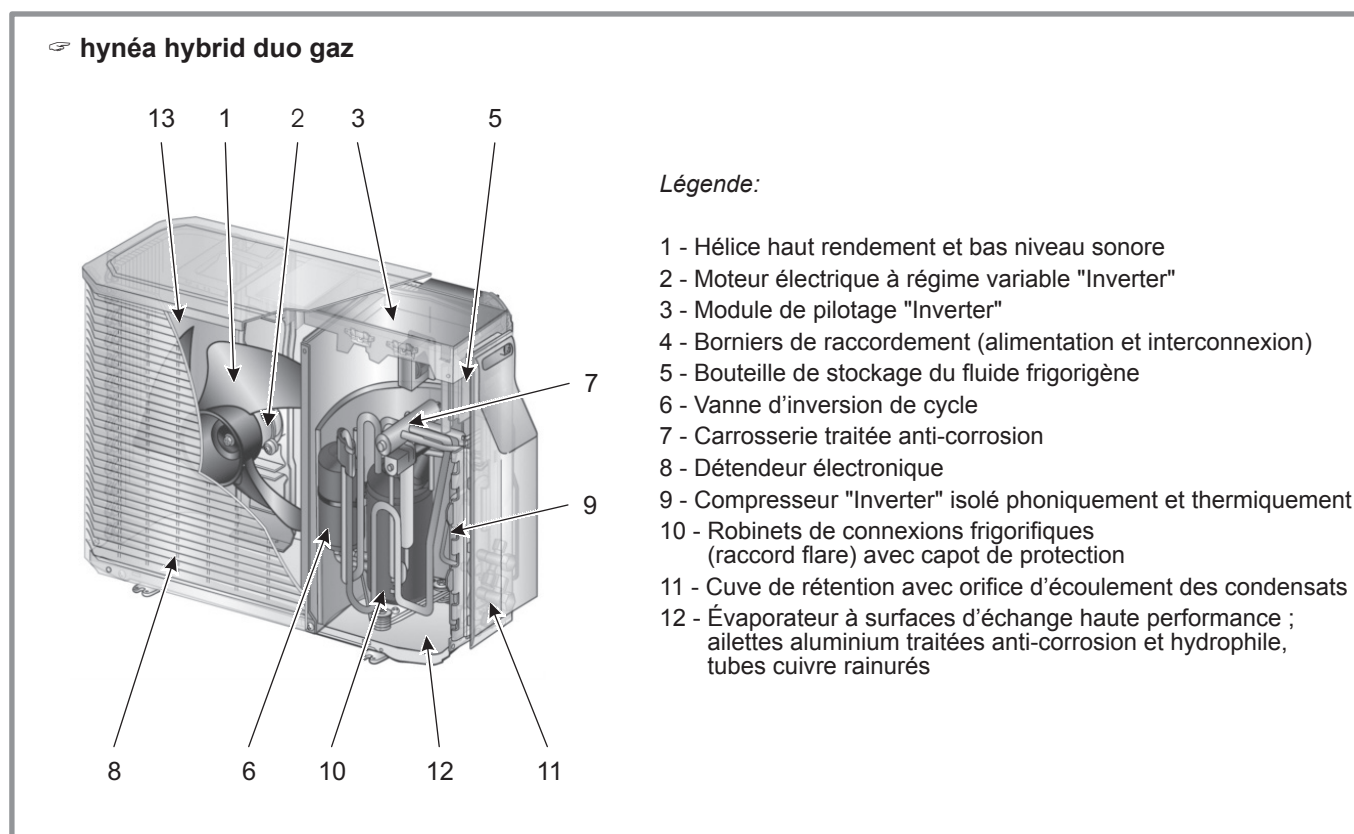

figure 8 - Organes de l'unité extérieure
- Dans l'évaporateur (rep. 13, figure 8, page 11) : Les calories sont prélevées sur l'air extérieur et transmises au fluide frigorigène. Son point d'ébullition étant faible, il passe de l'état liquide à l'état de vapeur, même par temps froid.
- Dans le compresseur (rep. 10, figure 8, page 11) : Le fluide frigorigène vaporisé est porté à haute pression et se charge davantage en calories.
- Dans le détendeur (rep. 9, figure 8, page 11) : Le fluide frigorigène liquéfié est ramené à basse pression et retrouve sa température et sa pression initiale.